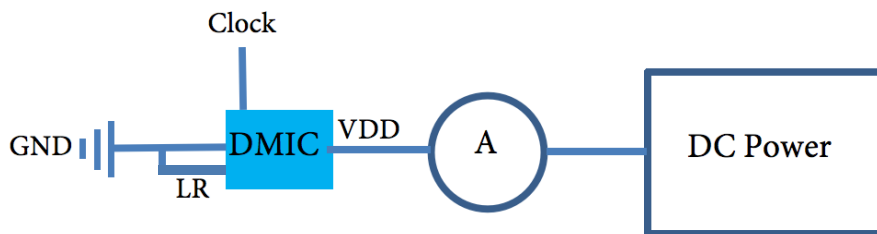

图3 数字麦克风消耗电流测试框图
数字麦克风 (DMIC) ，通常有电源端 (VDD) 、输入时钟端 (Clock) 、输出端 (DATA) 、左右声道选择端 (LR) 和地 (GND) 三个PAD。数字麦克风消耗电流 (Supply Current) 定义为给VDD提供工作电压，Clock提供50%占空比的方波时钟信号如2.4MHz或768kHz时，流经VDD的电流。测试方法框图如图3所示，对于数字麦克风此电流通常小于1000uA@2.4MHz，且该电流与工作电压大小、Clock频率大小成正比。